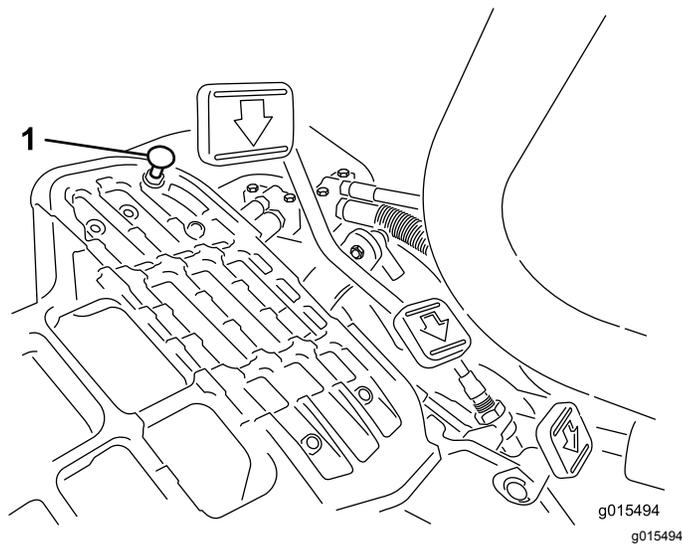

図 52
走行ペダルを踏み込んでみてください。ケーブルに張力が掛かる前にペダルがストップ 図 52 に当たる場合には調整が必要です。
1. ペダルストップをフロアプレートに固定しているフランジヘッドロックナットをゆるめる 図 52。